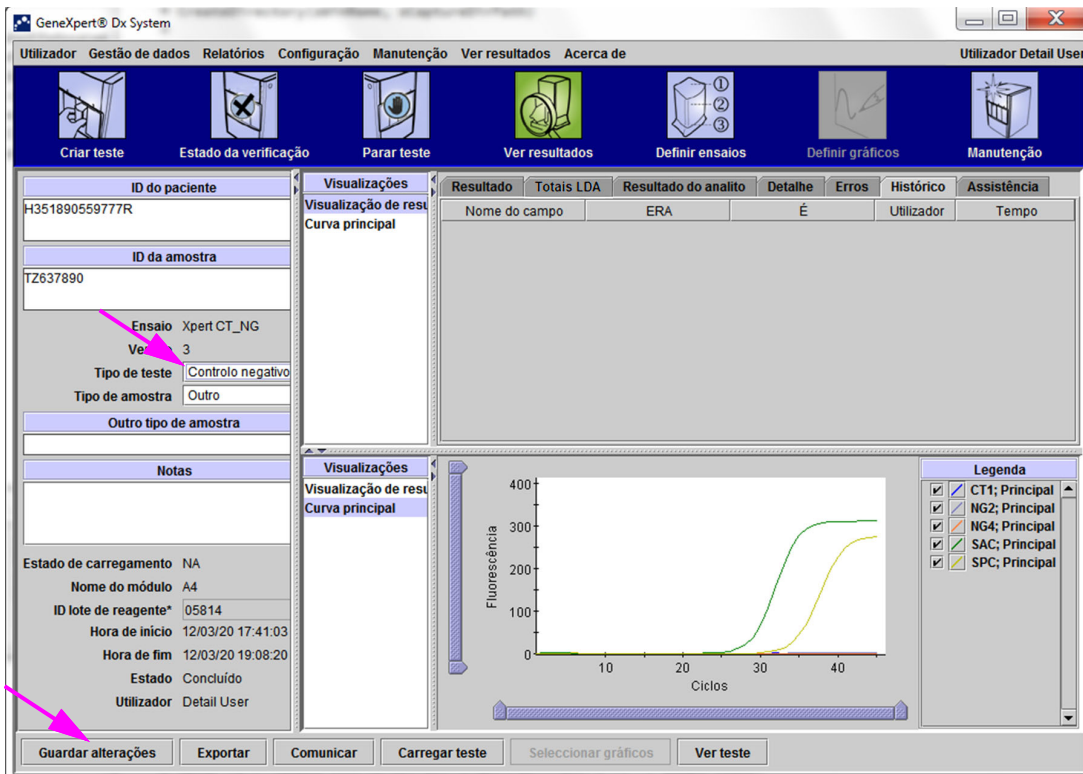
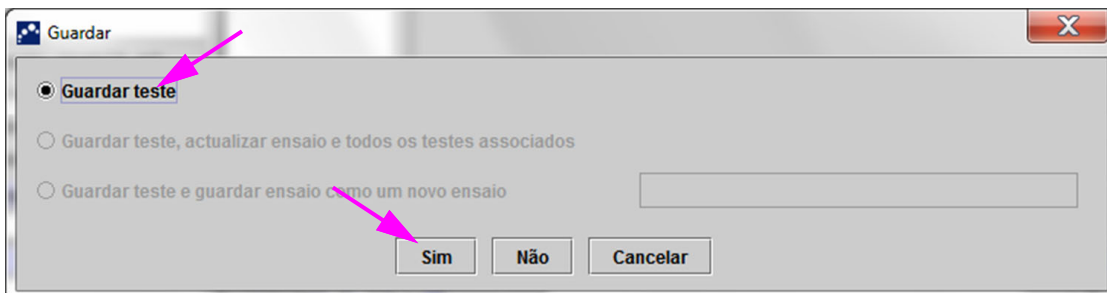

Figura 5-50. Janela Ver resultados do GeneXpert Dx – Tipo de teste alterado
Figura 5-51. Caixa de diálogo Guardar
3. Altere o tipo de teste para controlo negativo conforme mostrado na figura 5-50.
4. Clique no botão **Guardar alterações**, localizado na parte inferior da janela Ver resultados (consulte a figura 5-50). É apresentada a caixa de diálogo Guardar teste. Consulte a figura 5-51.